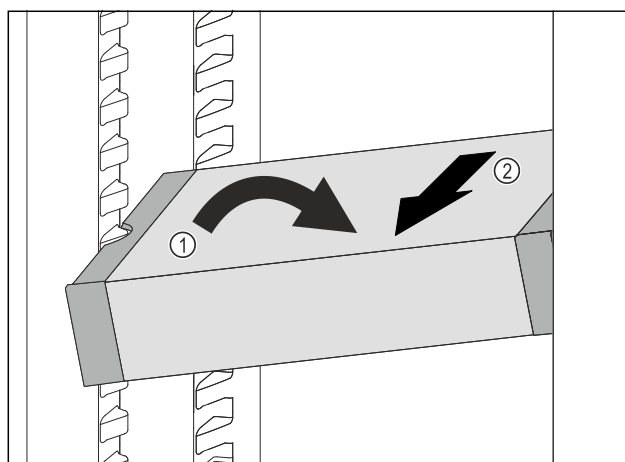

Fig. 137
- ▶ Ställ VarioSafe snett i kyldelen. Fig. 137 (1)
- ▶ Dra VarioSafe framåt för att ta ut den. Fig. 137 (2)